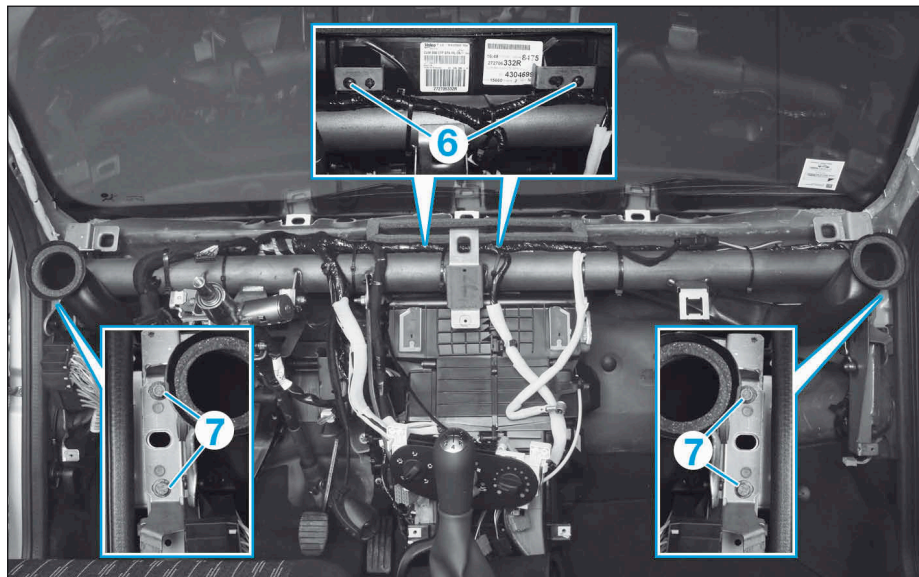

FIG.21
- Déposer les vis (6) et (7) puis la traverse de planche de bord en s'assurant qu'aucun faisceau électrique ne soit resté accroché (**Fig.21**).